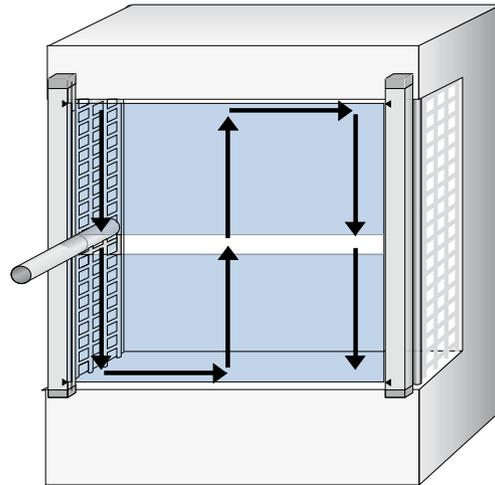

Figura 17: Prueba de la barra de comprobación: Paso 1
1. Mueva lentamente la barra de comprobación a través de la zona que se ha de proteger (p. ej., la abertura de una máquina, tal y como muestran las flechas, véase figura 17, página 29).